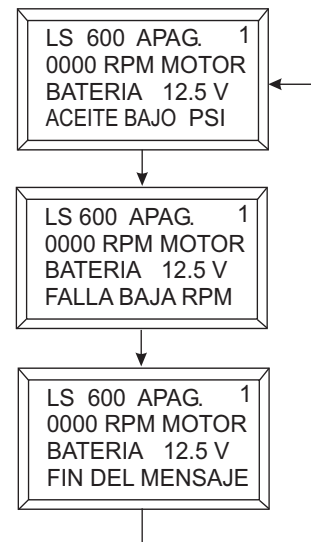

Figura 24. Pantalla primaria (llave de ignición ON ENCENDIDO)
6. Cuando la llave de ignición está en la posición **ON ENCENDIDO**, la pantalla de información digital (primaria) hará un ciclo de 3 muestras, consulte la Figura 24.